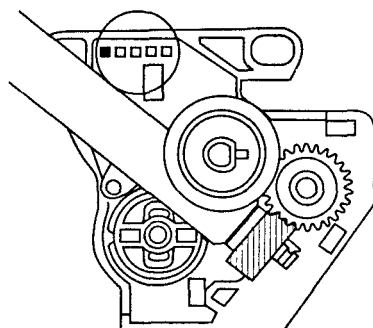

Рис. 7.28
7. В заключение нанесите маркировку числа замен на картридж (рис. 7.28), максимальное число замен светобарабана — 5.